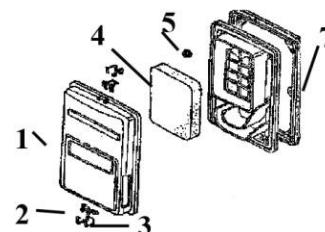

Рис. 5
- снимите крышку воздушного фильтра (1, рис.5);
- извлеките и осмотрите воздушный фильтр (4, рис.5);